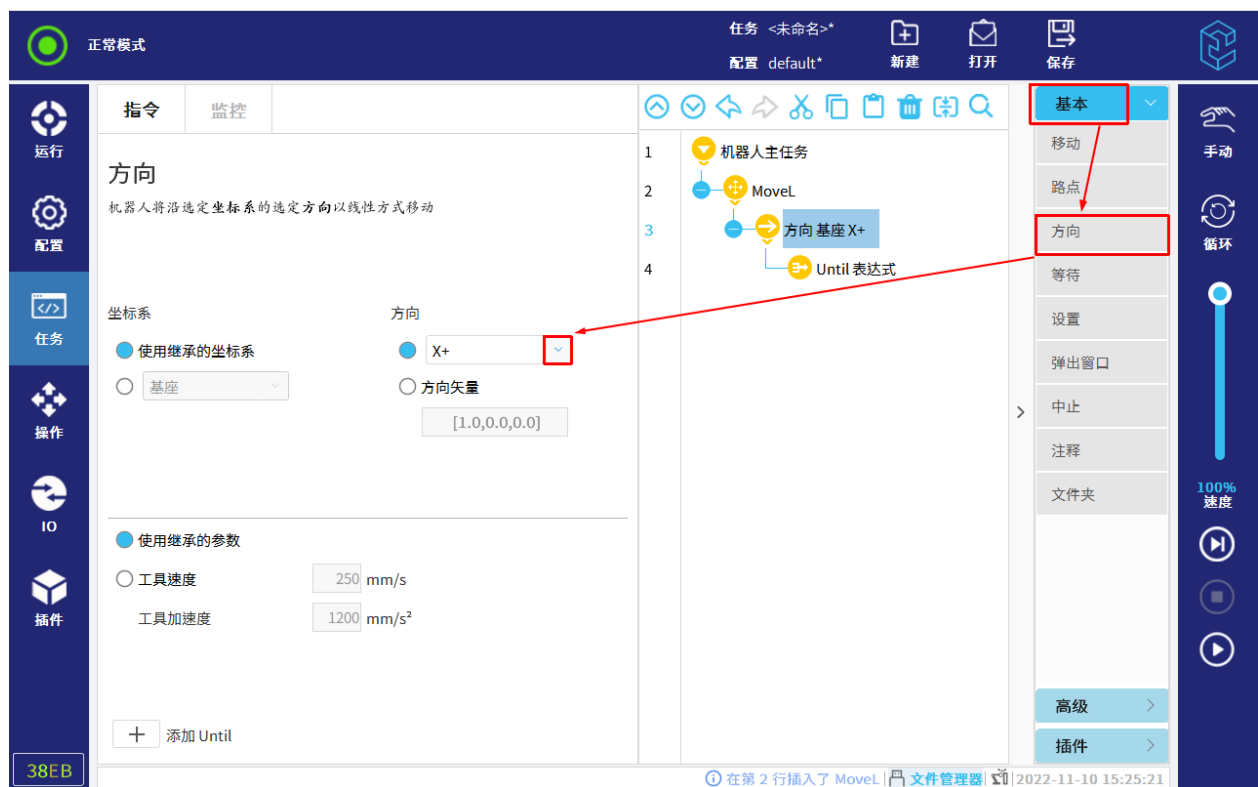

图 12-11 添加方向移动
2. 在“坐标系”下，定义线性移动，如图 12-11 所示。